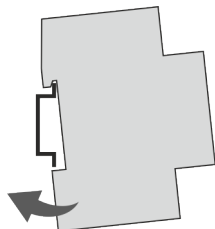

Fig. 4: Montering på DIN-skinne
1. Sett kanalutvidelsen på DIN-skinnen (Fig. 4) ovenfra, og trykk den bakover til den går i lås.